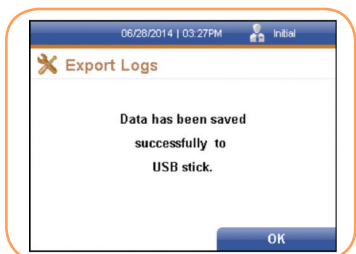

FIGURA 120
1. Pulse la tecla programable derecha para seleccionar Resultados del paciente. Se mostrará una ventana confirmando que los datos se han guardado correctamente en un dispositivo USB (Figura 120).